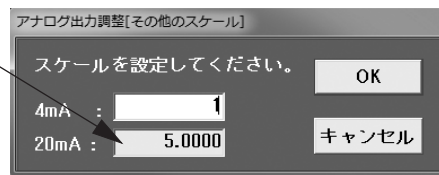

図48
- ③ 「開始」ボタンをクリックすると図48のようなメッセージボックスが現れます。上段の4mAの出力に相当するアナログ値(ここでは1V)を入力すると、それに対応した値が自動的に下段(20mA)に入力されます。